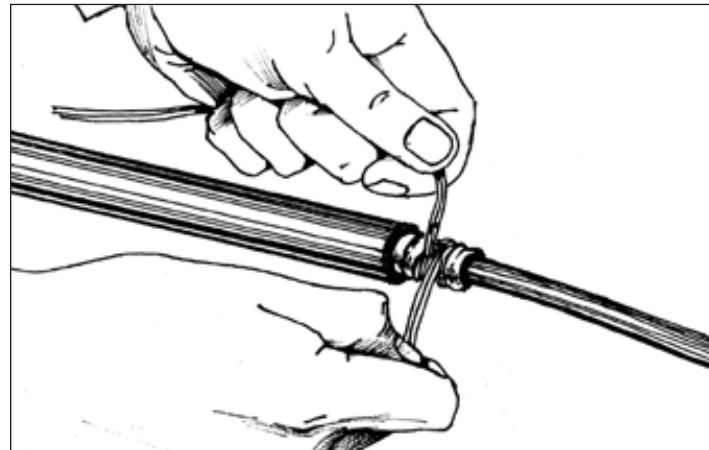

Рис. 3.3. Обмотка проволочного бандажа лентой 88Т
3.1.3. Поверх проволочного бандажа, на всем участке стальной гофрированной оболочки наматывают с 50 % - м перекрытием два слоя ленты 88Т (Рис. 3.3).